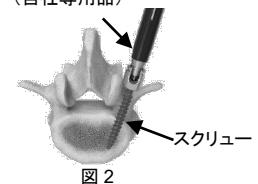

図2
- 2) スクリューを刺入する。(図2) スクリュードライバー(自社専用品)